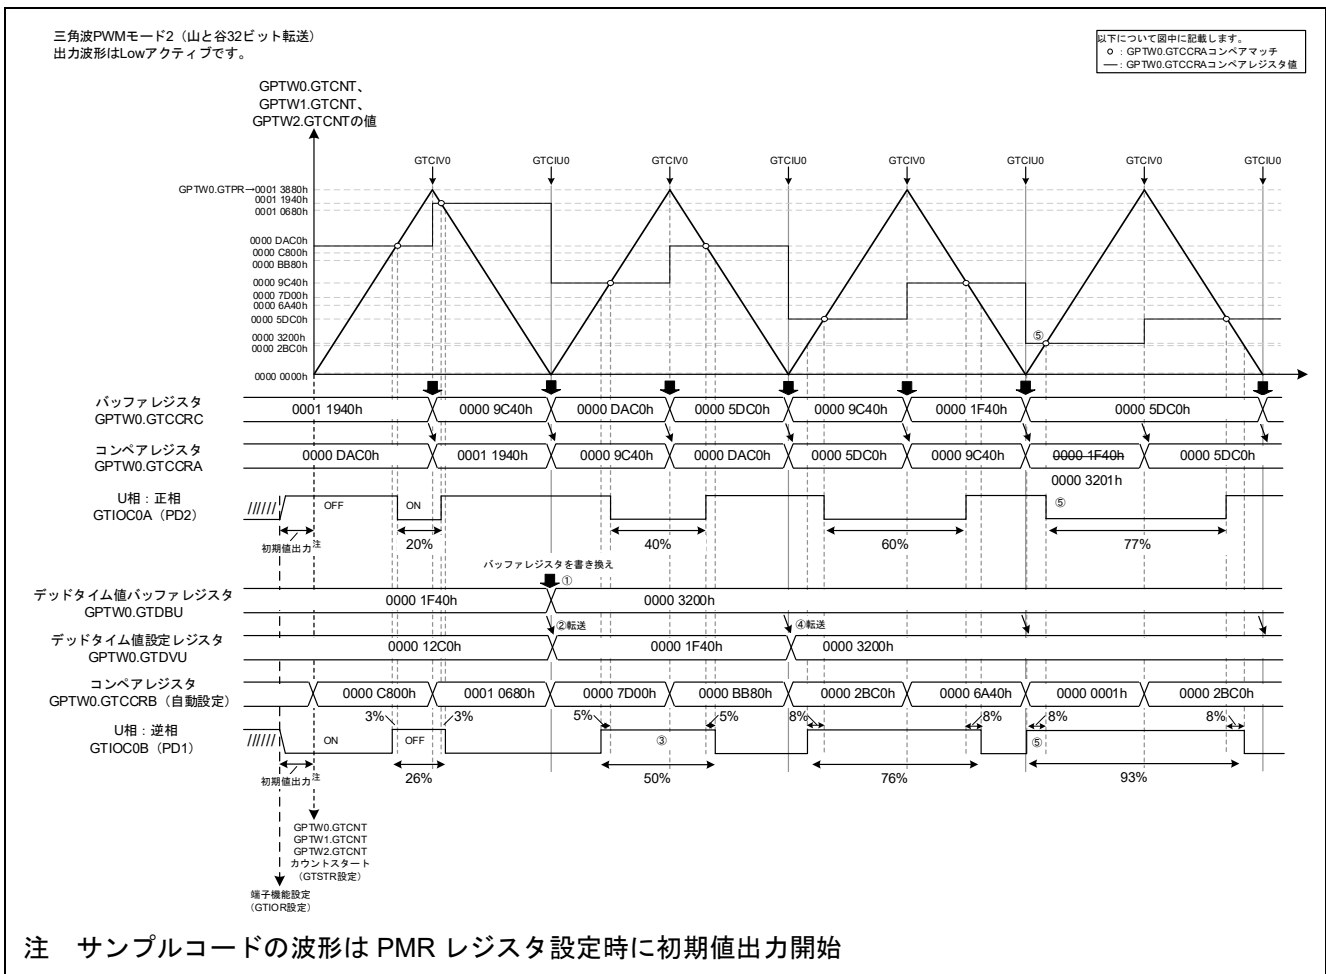

図 4-65 デッドタイム自動設定機能のバッファ動作
デッドタイム値のバッファレジスタを使用したデッドタイム自動設定機能の動作例を図 4-65 に示します。
GTCNT カウンタのアンダフロー割り込み（GTCIU0）で GTDBU の値を書き換えます（図 4-65 ①）。GTDBU の値は GTCNT カウンタのアンダフロー発生時（谷）に、デッドタイム設定レジスタ GTDVU へ転送（図 4-65 ②）され、更新後のデッドタイム期間を確保した波形が出力されます（図 4-65 ③）。
3 周期目は 1 周期目の終わりに書き換えた GTDBU の値が GTDVU へ転送（図 4-65 ④）されます。
4 周期目のデッドタイム設定は逆相の前側の変化ポイントがデッドタイムエラー（GTCCR-GTDVU<0）となるため、変化ポイントが補正された正相と逆相の波形が出力されます（図 4-65 ⑤）。